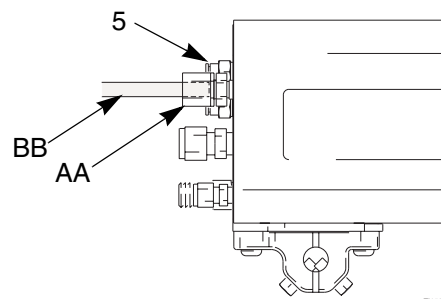

Abb. 7. Lichtwellenleiterkabel
2. Die Mutter (AA) vom Lichtwellenleiterfitting (5) abschrauben und über das Ende des Lichtwellenleiterkabels (BB) schieben. Siehe Abb. 7.
3. Das Kabel (BB) in den Fitting (5) schieben, bis es vorsteht. Die Mutter (AA) festziehen, um das Kabel zu sichern.